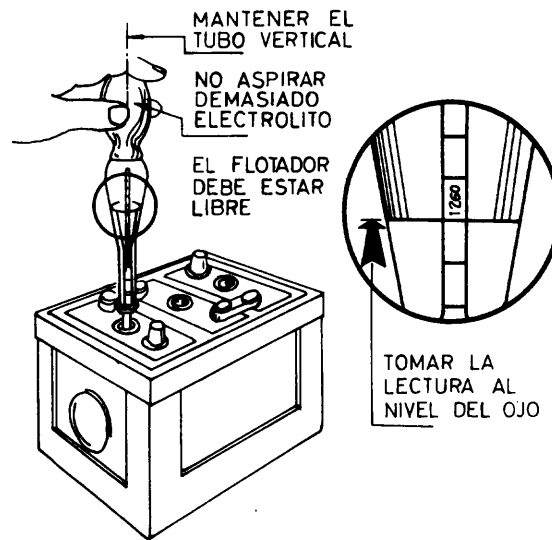

Fig.1
- b Introduzca la sonda del densímetro en cada vaso aspirando electrolito hasta que el flotador esté libre y lea la densidad (fig.1).